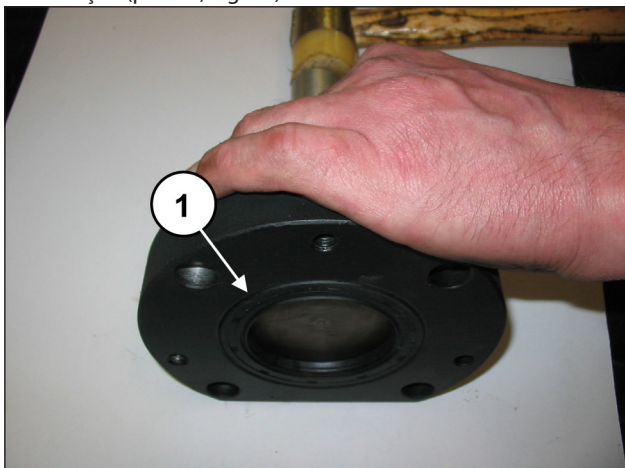
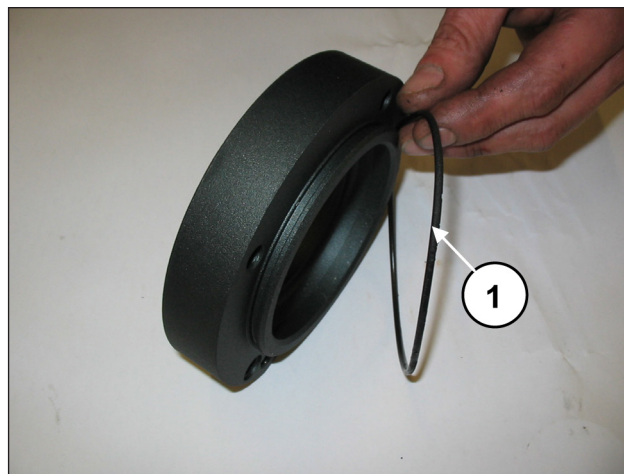
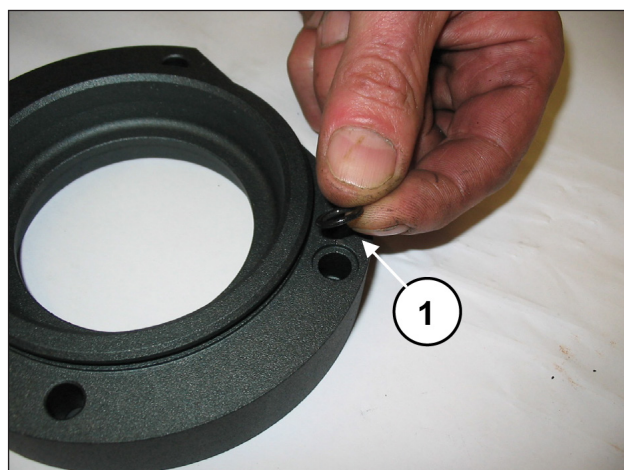

Fig. 29
Fig. 30
Fig. 31
Extraia o anel de estanqueidade radial (pos. ①, Fig. 29), o anel circular externo (pos. ①, Fig. 30) e o anel circular do orifício de lubrificação (pos. ①, Fig. 31).